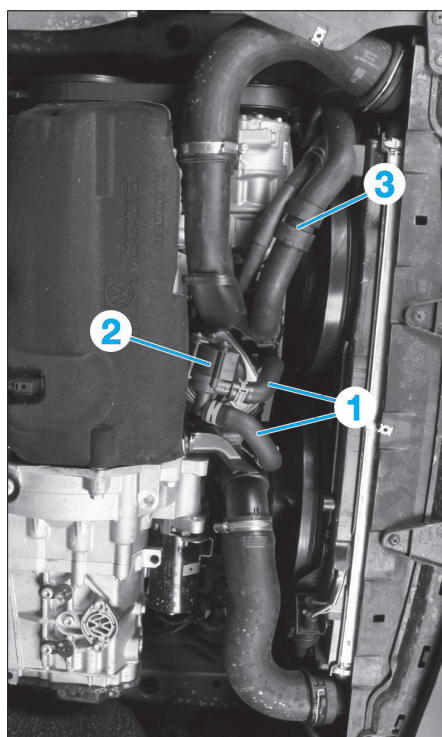

Fig. 20
- Débrancher les durits (1) de la pompe additionnelle de liquide de refroidissement (2) (Fig.20).
- Débrancher la durit inférieure (3) du radiateur.